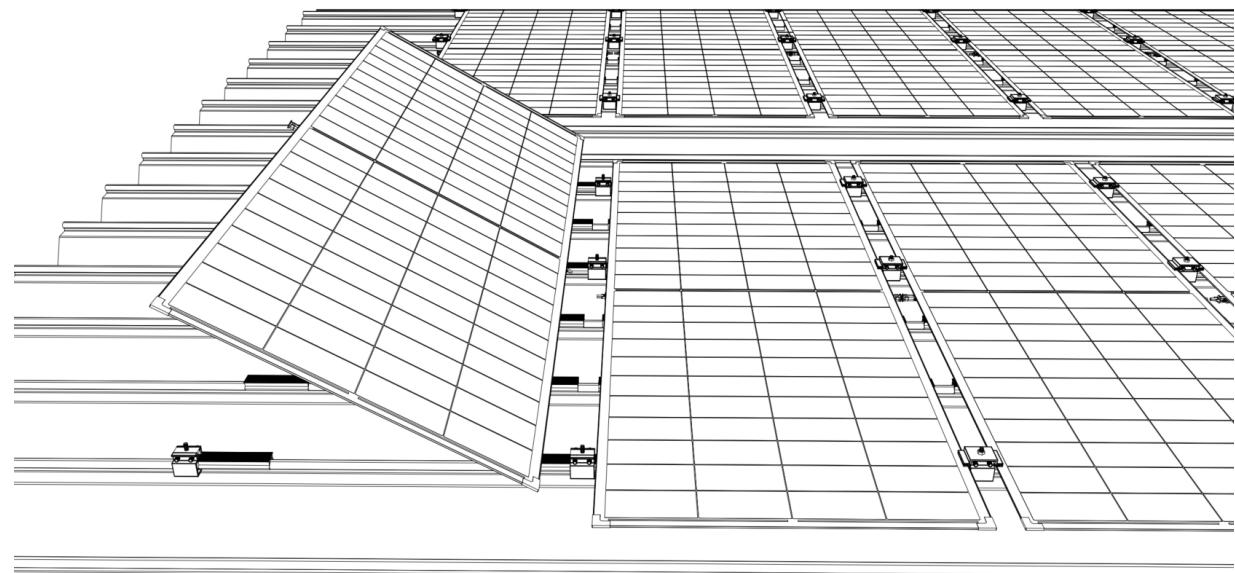

図4
- 製品を持ち上げる際には、製品が曲がらないように注意し、一方の側をもう一方の側よりも高く持ち上げます(図4参照)。